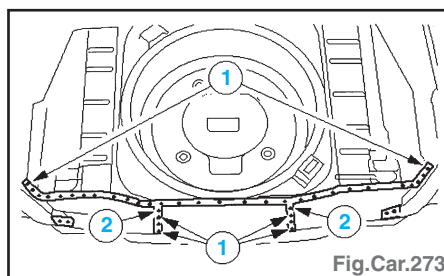

Fig.Car.273
- Souder par points (1) et par bouchonnage (2) (Fig.Car.273).